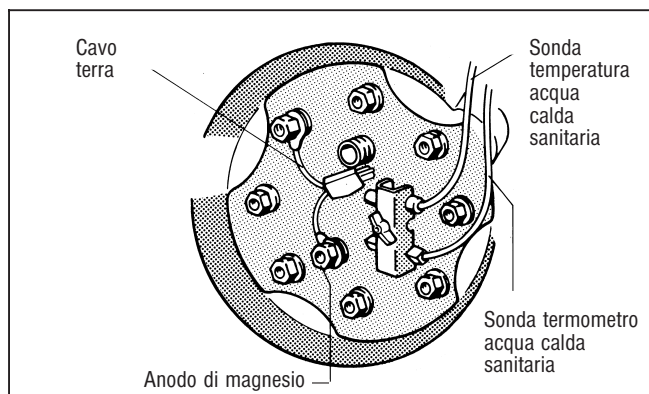

Fig. 8
- Svitare il dado ad alette del supporto di fissaggio della sonda ed inserire la sonda sotto la piastrina di fermo in rispondenza alla propria forma geometrica (Fig. 8).
- Verificare se il cavo per la messa a terra dell'anodo di magnesio è collegato ad una delle viti di fissaggio del coperchio passamano (Fig. 8).
- Collegare la spina del cavo per la messa a terra con il cavo dell'apparecchio di regolazione (Fig. 8).